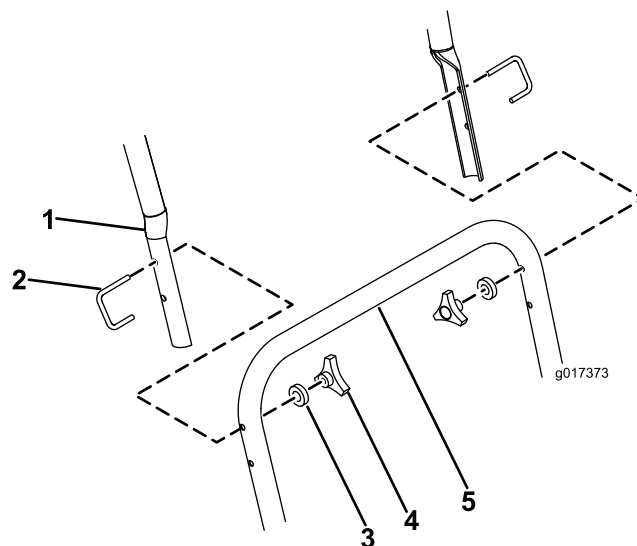

Figura 4
5. Collegate la maniglia superiore a quella inferiore, fissando ogni lato con un bullone a U, una rondella M6 e un volantino (Figura 4).